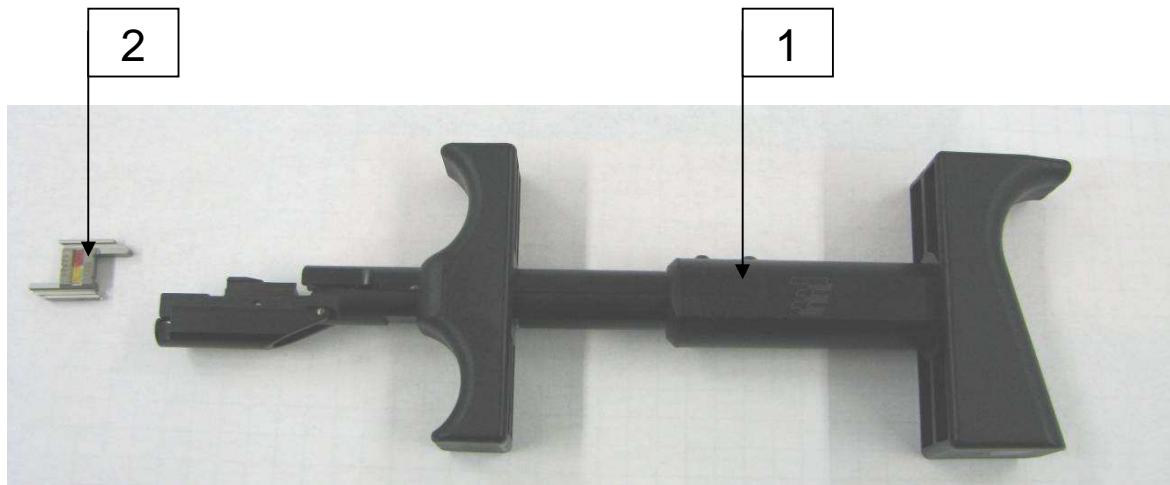

Abbildung 1
Das Termini-Point Servicewerkzeug (Abb.1) setzt sich aus einem Basiswerkzeug (1) und einem Abisoliereinsatz/Mandrel (2) zusammen.